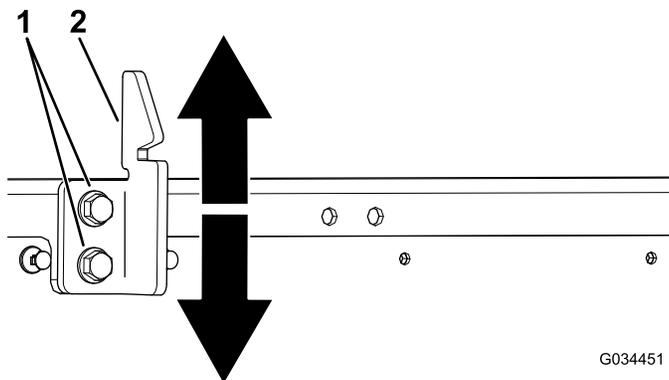

Figura 53
3. Desaperte os dois parafusos na régua do trinco da caixa e mova a régua para cima ou para baixo, dependendo se a régua está muito alta ou muito baixa (Figura 53).
4. Aperte os dois parafusos na régua do trinco da caixa (Figura 53).